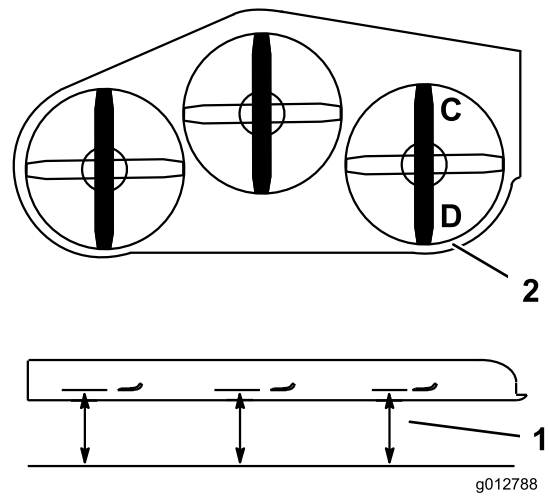

Figure 87
1. Tournez la lame droite dans le sens longitudinal (Figure 87).
2. Mesurez et notez la distance au point **C** entre la surface plane et le tranchant de la pointe de la lame droite (Figure 87).
3. Mesurez et notez la distance au point **D** entre la surface plane et le tranchant de la pointe de la lame droite (Figure 87).
4. La lame doit être plus basse de 6 à 10 mm au point **C** qu'au point **D** (Figure 87). Si ce n'est pas le cas, passez aux étapes suivantes.